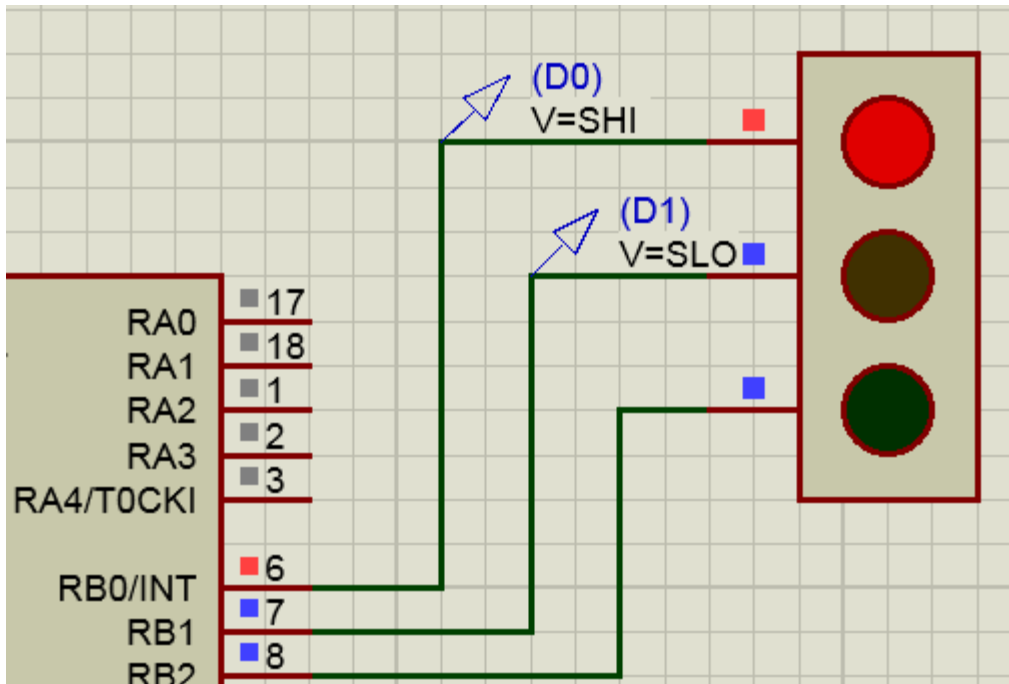

Рис.8.8. Пробники в схеме
*Пробники.* Пробники напряжения и тока ставят на провода схемы (рис.8.8).
Подробно рассмотрим, как нарисовать схему (рис.8.8).